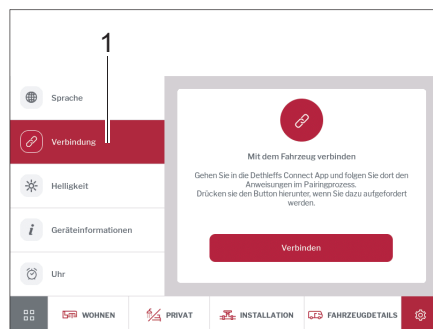

Bild 282 Verbindung
- Auf Schaltfläche *Verbindung* (Bild 282,1) tippen.